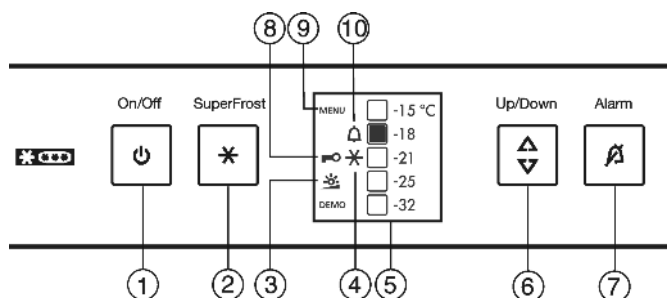

Fig. 3
- Символът SuperFrost Fig. 3 (4) мига заедно с температурния индикатор.